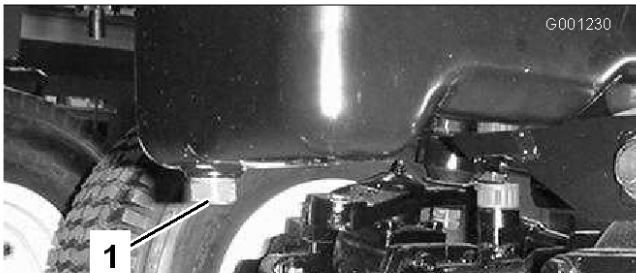

Figura 48
3. Coloque un recipiente debajo del capó, alineado con el tapón de vaciado (Figura 48).